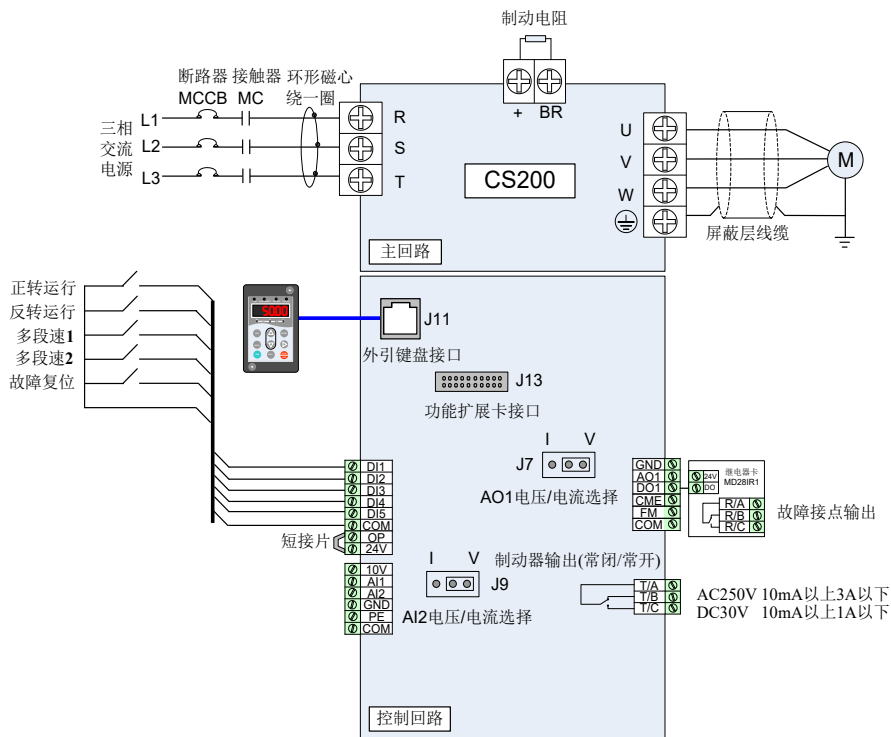

图 3-19 CS200 典型应用接线举例图
- 此种接线方式下，不同变频器的 DI 端子不能并接使用，否则可能引起 DI 的误动作；若需 DI 端子并接（不同变频器之间），则需在 DI 端子处串接二极管（阳极接 DI）使用，二极管需满足：IF>10mA、UF<1V，如图 3-19。